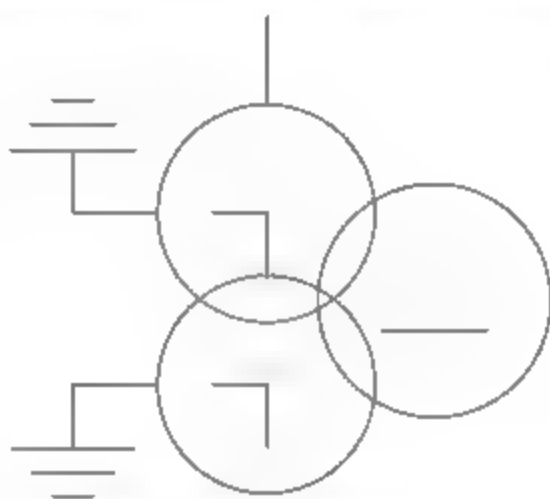

图8-44 绘制结果
**17** 调用L【直线】命令，以圆形的端点为起点，绘制如图8-44所示的垂直线段。